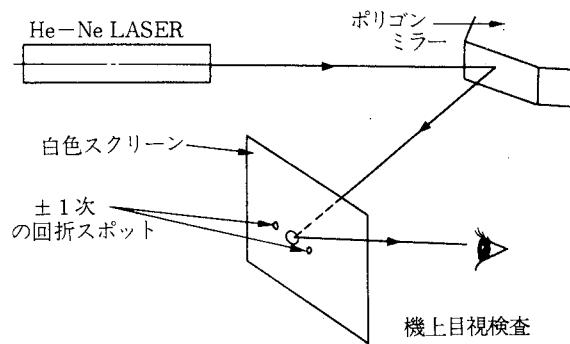

図1-9 散乱光パターンのチェック
- ① 切削面のレーザ光反射スポットを機上で確認する(図1-9)。